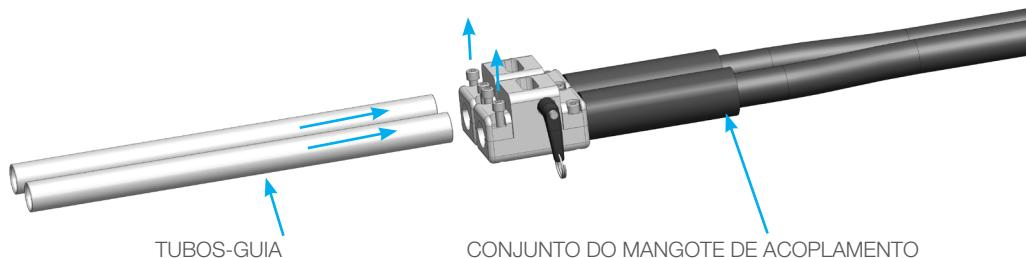

FIGURA 7
1. Solte os parafusos Allen e encaixe os tubos-guia no bloco de suporte até o fim. Aperte os parafusos Allen e tente puxar os tubos-guia para verificar se estão firmes. (**Figura 7**)